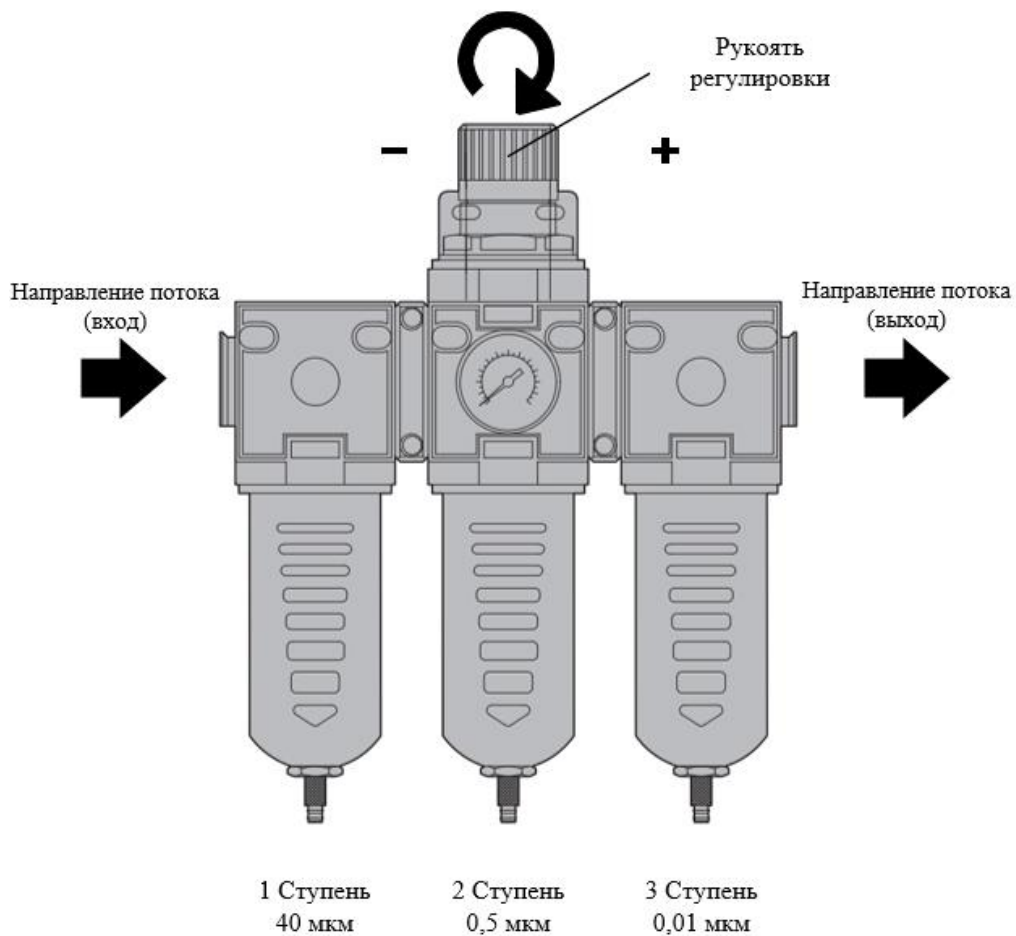

Рис. 2
- Разблокируйте поворотную рукоятку. Потяните поворотную рукоятку вверх в направлении от корпуса как показано на рис. 2